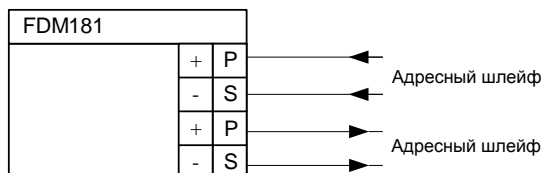

Рис.3
2. Подключите провода на клеммы ручного извещателя по Рис.3.